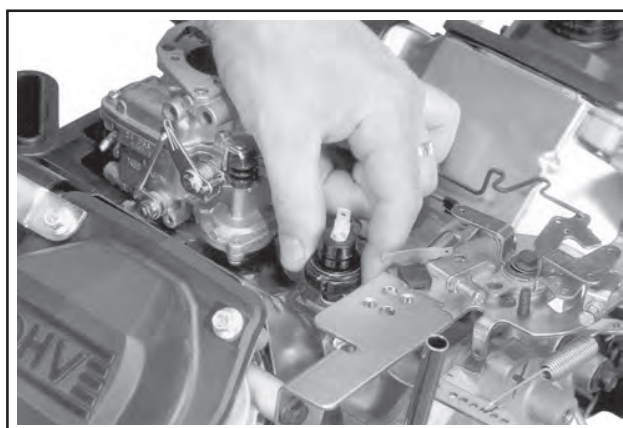

Abbildung 11-88. Installation des Schalters Oil Sentry™.
1. Die **Rohrdichtungsmasse mit Teflon®** (Loctite® Nr. 59241 oder gleichwertige) auf den Gewinden des Schalters Oil Sentry™ auftragen und diese im Entlüfterdeckel installieren. Siehe Abbildung 11-88. Anzug auf **4,5 N·m (40 Zoll lb)**.